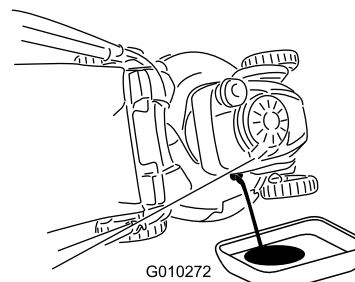

Figure 41
7. Basculez la machine sur le côté, tube de remplissage en bas, pour vidanger l'huile usagée dans le bac de vidange par le tube de remplissage (Figure 41).